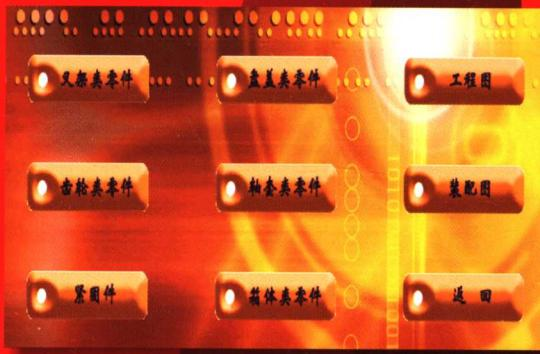
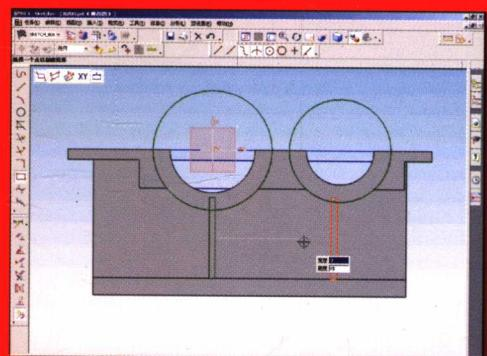

图3 动画演示界面
图4 动画播放界面
- 4 单击其中的“动画演示”按钮，则进入动画演示界面，如图3所示。单击动画演示界面上任意一个按钮，则进入动画播放界面，同时会播放配有背景音乐的操作过程动画，如图4所示。